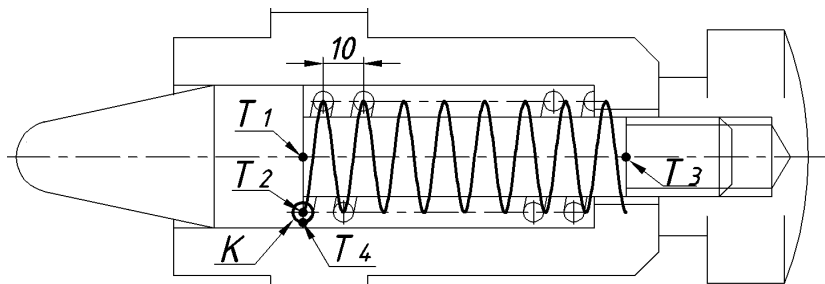

Рис. 32
Шаг 1. Строим спираль (рис. 32).
**Шаг 2.** Строим контур сечения пружины- круг **К** (рис. 32)